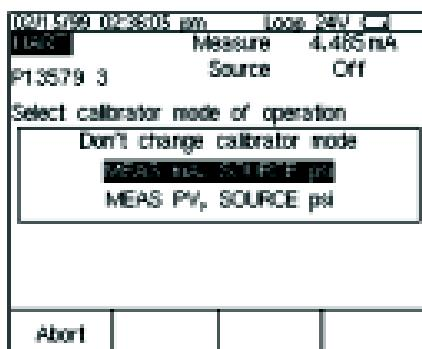

图6
- 再按键,仪器将提示您选择744的设置(图6)。选择MEAS mA, SOURCE psi将设置校准器测量模拟mA输出和同时加到变送器输入及压力模块上的压力。(选择MEAS PV, SOURCE psi将设置744评估来自变送器的数字PV输出。按进行选择。